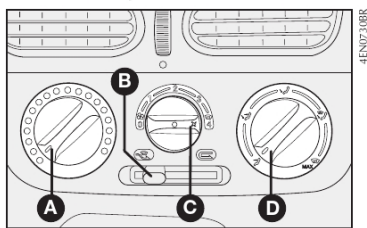

fig. 30
COMANDOS - fig. 30
1) Seletor para a temperatura do ar A-fig. 30 totalmente posicionado à esquerda.
2) Seletor do ventilador C-fig. 30 posicionado na velocidade máxima.
3) Seletor de distribuição do ar D-fig. 30 apontado para ↗; controlar para que todas as saídas de ar estejam totalmente abertas.
4) Ligar o ar-condicionado apertando o seletor **C-fig. 30**.
O ar-condicionado é muito útil para acelerar o desembaçamento, pois desumidifica o ar. É suficiente regular os comandos para a função de desembaçamento e ativar o condicionador, apertando o seletor **C-fig. 30**.
1) Condicionador de ar ligado: seletor **C-fig. 30**.